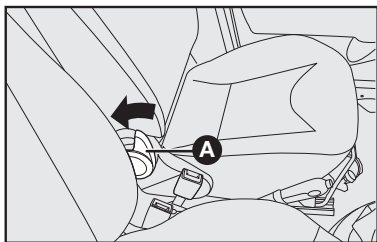

fig. 8
- Acionar a alavanca **A-fig. 8** conforme a seta, mantendo-a acionada e rebater o encosto para frente até atingir o final de curso.